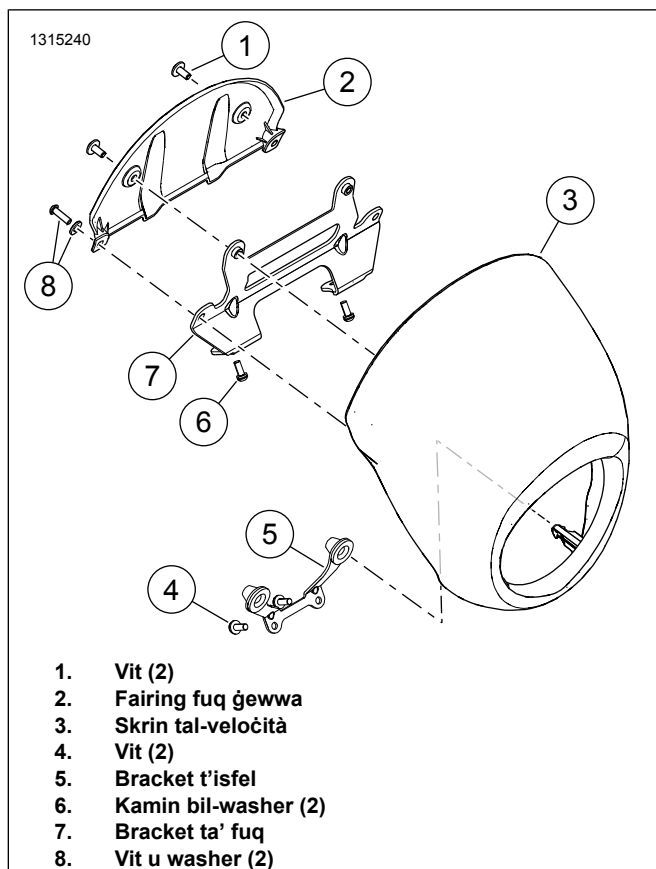

Figura 2. Skrin tal-Veloċità FXLRS
- Ara Figura 2 . Neħhi l-iskrin tal-veloċità.
- Neħhi l-viti u l-washers (8).
- Igħbed l-iskin tal-veloċità (3) 'il barra mill-brekit ta' fuq (7).
- Igħbed l-iskin tal-veloċità 'il barra mill-brekit t'isfel (5) sabiex tneħhi kamini tal-appoġġ mill-grommets.
- Neħhi l-viti (1).
- Neħhi l-fairing ta' ġewwa (2).
- Neħhi l-viti (6).
- Neħhi l-brekit ta' fuq (7).